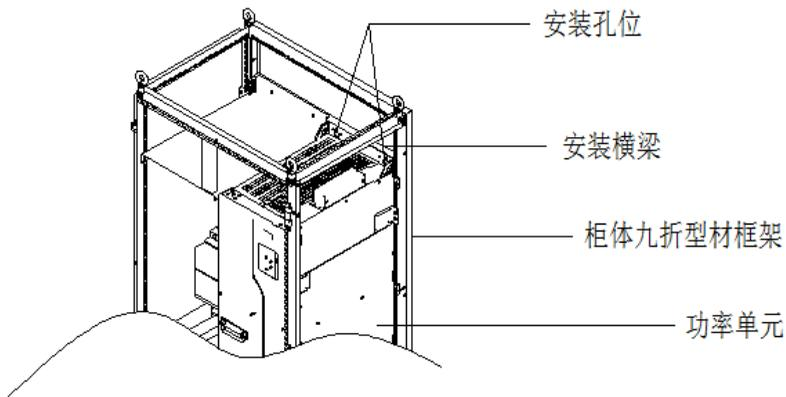

图 4-12 GD270 280~500kW 各类机型的机柜 3D 示意图
- (2) GD270 280~500kW 各类机型装入九折型材 600mm 深机柜时，安装横梁必须向内弯折（如图 4-12 所示），借用立柱的空间（在装 800mm 深或以上标准机柜时，无此限制）。